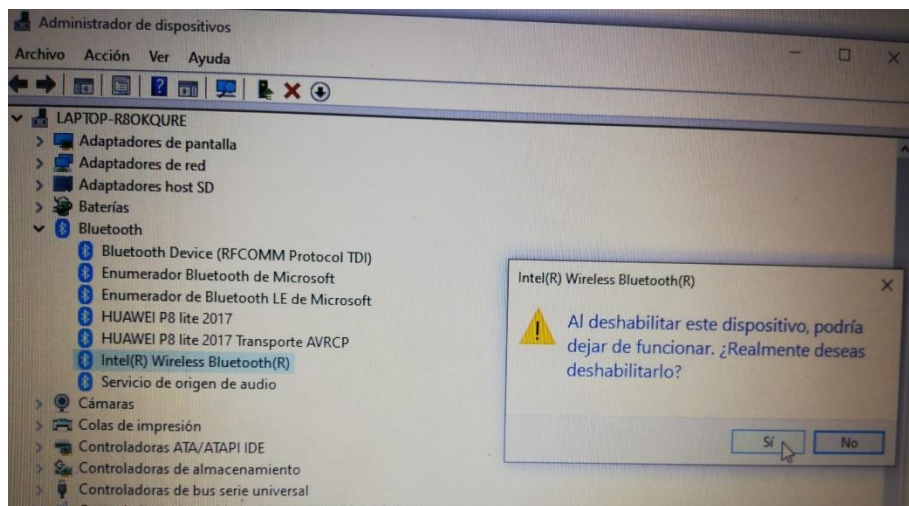

Figura 26 Pantalla vista al deshabilitar el bluetooth interno
1. En el cuadro de búsqueda de Windows en la parte inferior de la pantalla, escribimos "Administrador de dispositivos" y lo abrimos. Ver Figura 26.